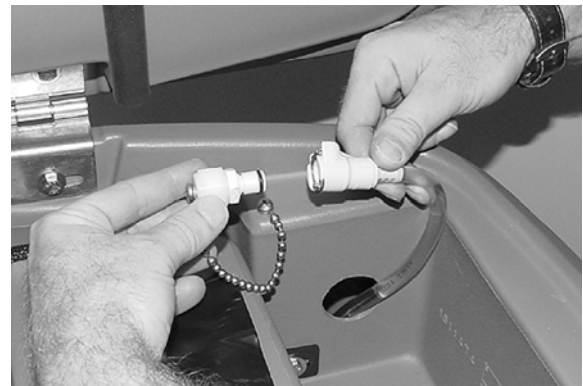

FIG. 13
3. Lorsque vous n'utilisez pas le tuyau d'alimentation, veillez à le brancher sur le bouchon de stockage (Figure 13). Ceci permet d'éviter que le système de solution FaST sèche et obstrue le tuyau d'alimentation.